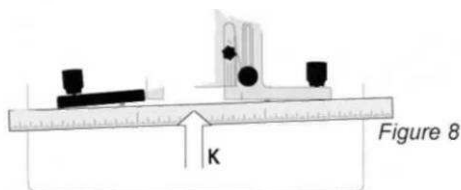
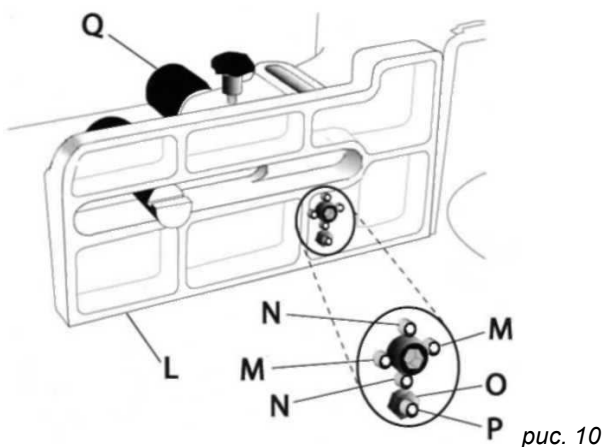

рис. 8
рис. 10
7. Прижимайте поверочную линейку (К, рис. 8). Убедитесь, что обе половины упора выровнены, как показано в иллюстрации 9. Это достигается, поочередным изменением выхода двух регулировочных винтов (М., рис. 10) из передней части упора (L, рис. 10) 3-миллиметровым шестигранным ключом, периодически, придвигая левую часть упора, вращая ручку (Q, рис. 10) как требуется.
**Важно:** рекомендуется, чтобы регулирование винтов (М., рис. 10) за один оборот вращения не превышали 1/16 дюйма
8. Поместите поверочный угольник на стол, придвинув к упору (L, рис. 10).
9. Если регулирование требуется, крутить *винты* N (рис. 10).
5. Используя 10-миллиметровый гаечный ключ, ослабьте *контргайку* (O, рис. 10), который обеспечивает *нулевое положение винта установки* (P, Рис., 10) *искривления* (L, рис. 10).
6. *Поверните в одну или в другую сторону винт* (P, рис. 10), как требуется, чтобы выровнять направляющие, как показано в чертеже M.
7. Закрутите *контргайку* (O, рис. 10).